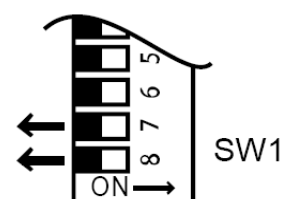

Fig. 7
15. **IMPORTANTE:** Riposizionare i microinterruttori N.7 e N.8 su "OFF" per riportare l'Infinity ad un regime di funzionamento normale (Fig.7).